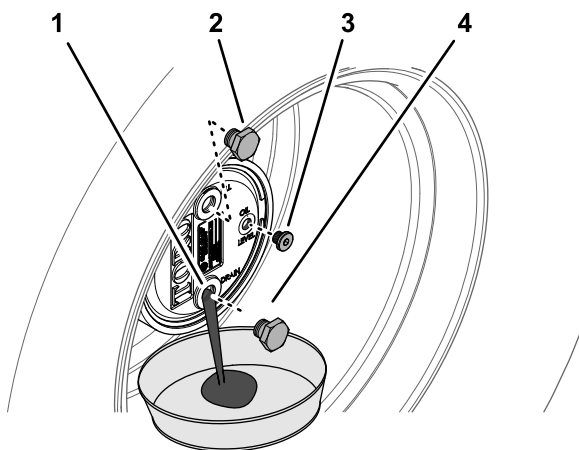

Bild 106
2. Entfernen Sie die Füllschraube, die auf 12 Uhr steht, und die Prüfschraube, die auf 3 Uhr steht (Bild 106).
3. Stellen Sie eine Auffangwanne unter die Nabe des Planetengetriebes, entfernen Sie die Ablassschraube, die auf 6 Uhr steht, und lassen das Öl vollständig ablaufen (Bild 106).
5. Setzen Sie die Ablassschraube in das Ablassloch des Planetengetriebegehäuses ein (Bild 106).